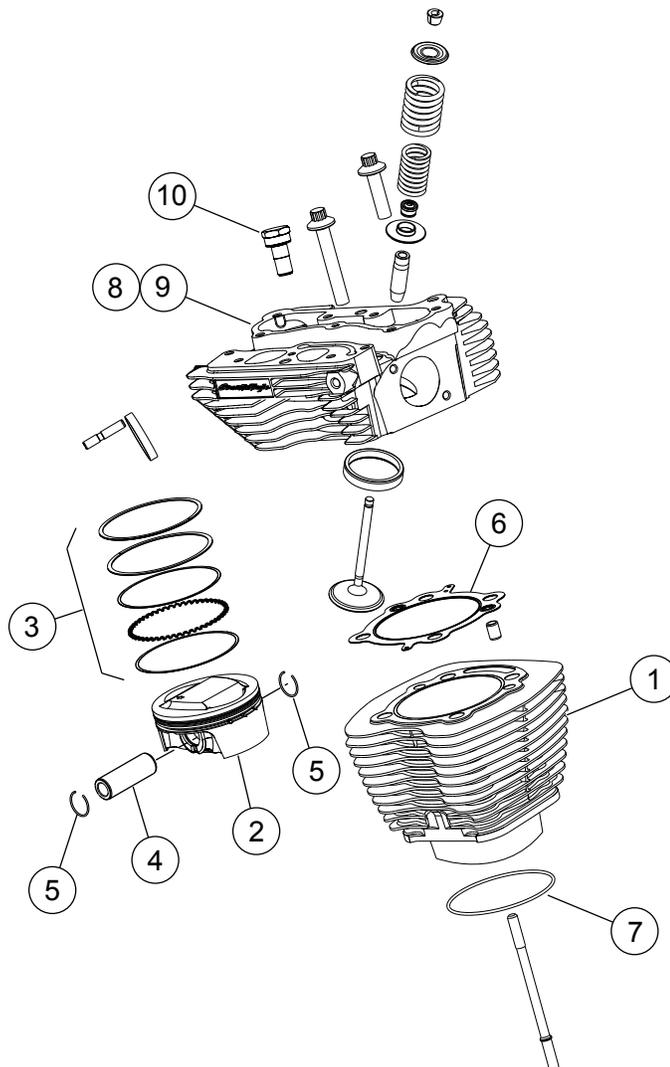
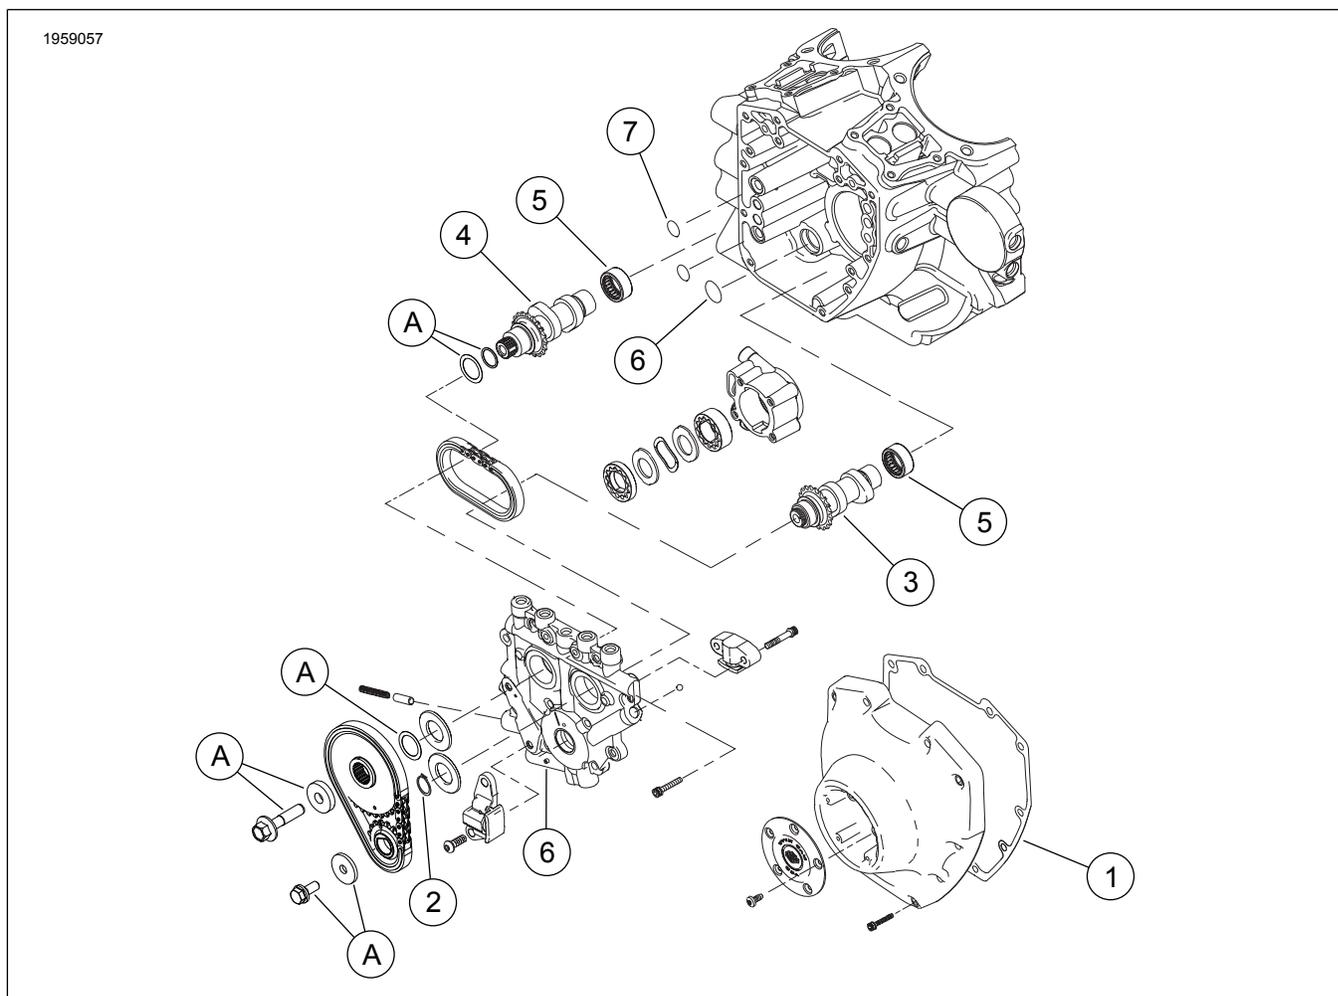

Figura 1. Peças de reposição: Kit Screamin' Eagle Pro TC 103 (1690 cc) Stage 4
Figura 3. Peças de reposição: Kit Screamin' Eagle Pro TC 103 (1690 cc) Stage 4
Ver Figura 1 a Figura 3, e Tabela 1 a Tabela 3.
1. Ver Figura 3. Inspeccione os rolamentos das agulhas da árvore de cames (5) e substitua-os, se necessário.
2. Veja Figura 1 até Figura 3 . Monte os cames na placa de cames, as cabeças de cilindro de alto desempenho e a parte superior do motor utilizando as peças do kit. Consulte as seções sobre MOTOR apropriadas do manual de serviço.